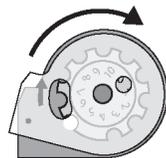
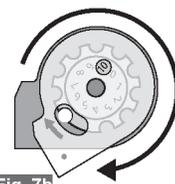

Fig. 7a
Fig. 7b
• Gire a parte transparente que cobre o magazine no sentido horário na direção da flecha de indicação até que ele pare completamente. (Fig. 7a, Fig. 7b).